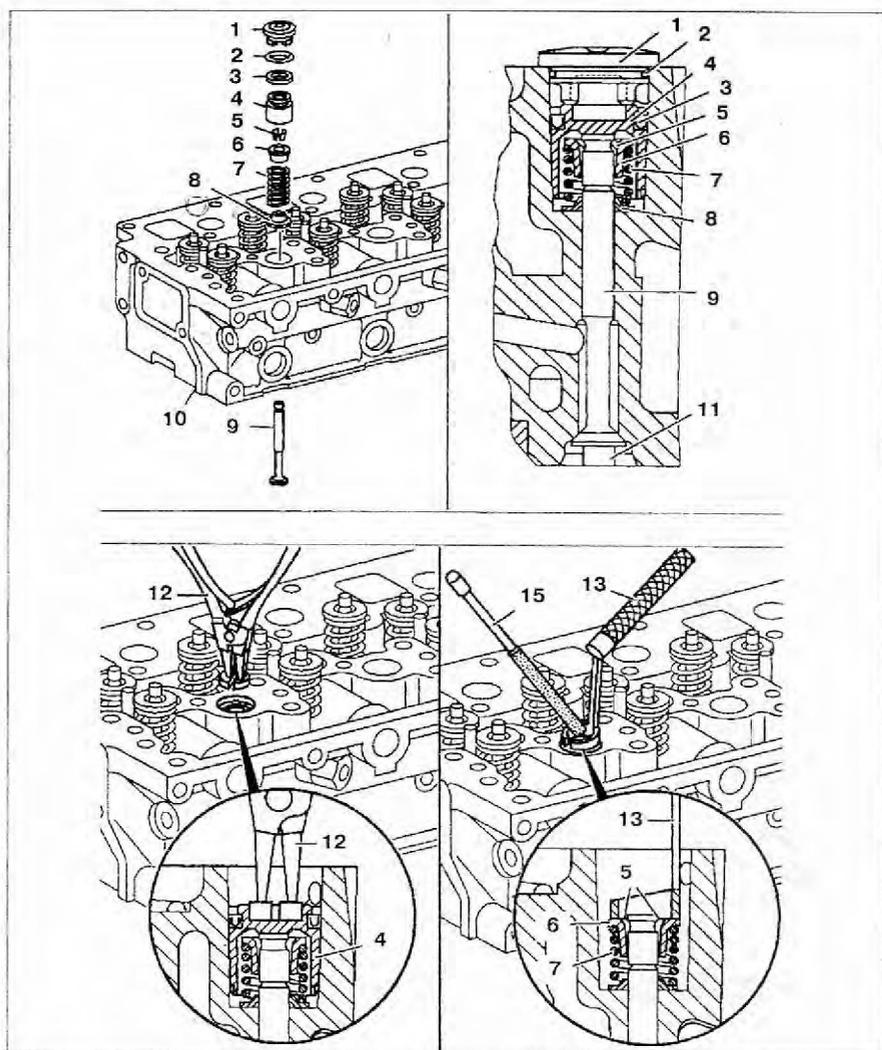

Рис. 3.15. Постоянный дроссель:
3. Снимите крышку **1** с головки блока цилиндров **10** (рис. 3.15). Замените уплотнительное кольцо **2**.